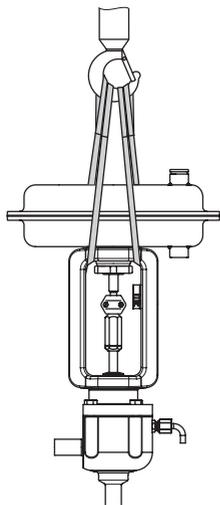
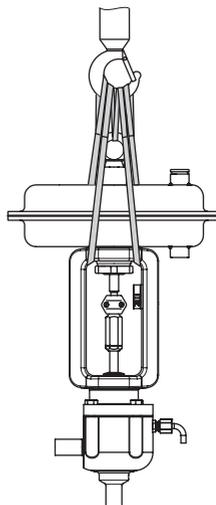
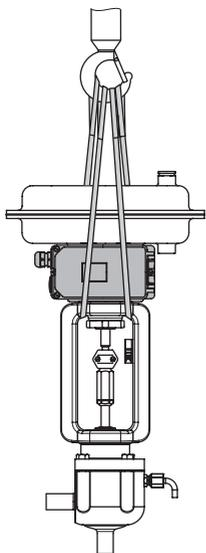
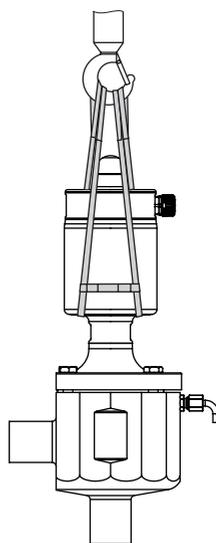

Рис. 6: Тип 3349 с Тип 3271 без подъемного рыма
Рис. 7: Тип 3349 с Тип 3271 и подъемным рымом
Рис. 8: Тип 3349 с Тип 3277 без подъемного рыма
Рис. 9: Тип 3349/3379
- Используйте крюк с предохранительной защёлкой (см. Рис. 6-Рис. 9) для фиксации строп от соскальзывания с крюка при подъёме и транспортировке.
1. **С Тип 3271 или 3277:** аккуратно проведите две стропы вокруг фланца и прикрепите их к такелажному оборудованию крана или вилочного погрузчика (см. Рис. 6, Рис. 7 и Рис. 8). Убедитесь в исправности штока привода и навесного оборудования.
При исполнении привода с подъёмным рымом прикрепите дополнительную стропу к подъёмному рыму и к такелажному оборудованию крана или вилочного погрузчика (см. Рис. 7).